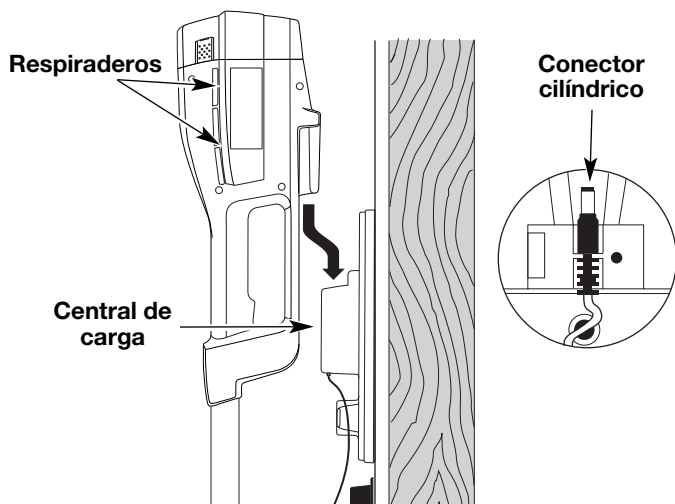

Fig. 4
1. Deslice la unidad hacia abajo en la central de carga hasta que quede bien sentada (Fig. 4). El conector cilíndrico de la central de carga se insertará en la unidad. Si no lo hace, lea *Cambio del Cargador*.
**NOTA:** La batería se calentará mientras la unidad se está cargando. Verifique que los respiraderos del bastidor de la batería estén libres para permitir una ventilación adecuada (Fig. 4).